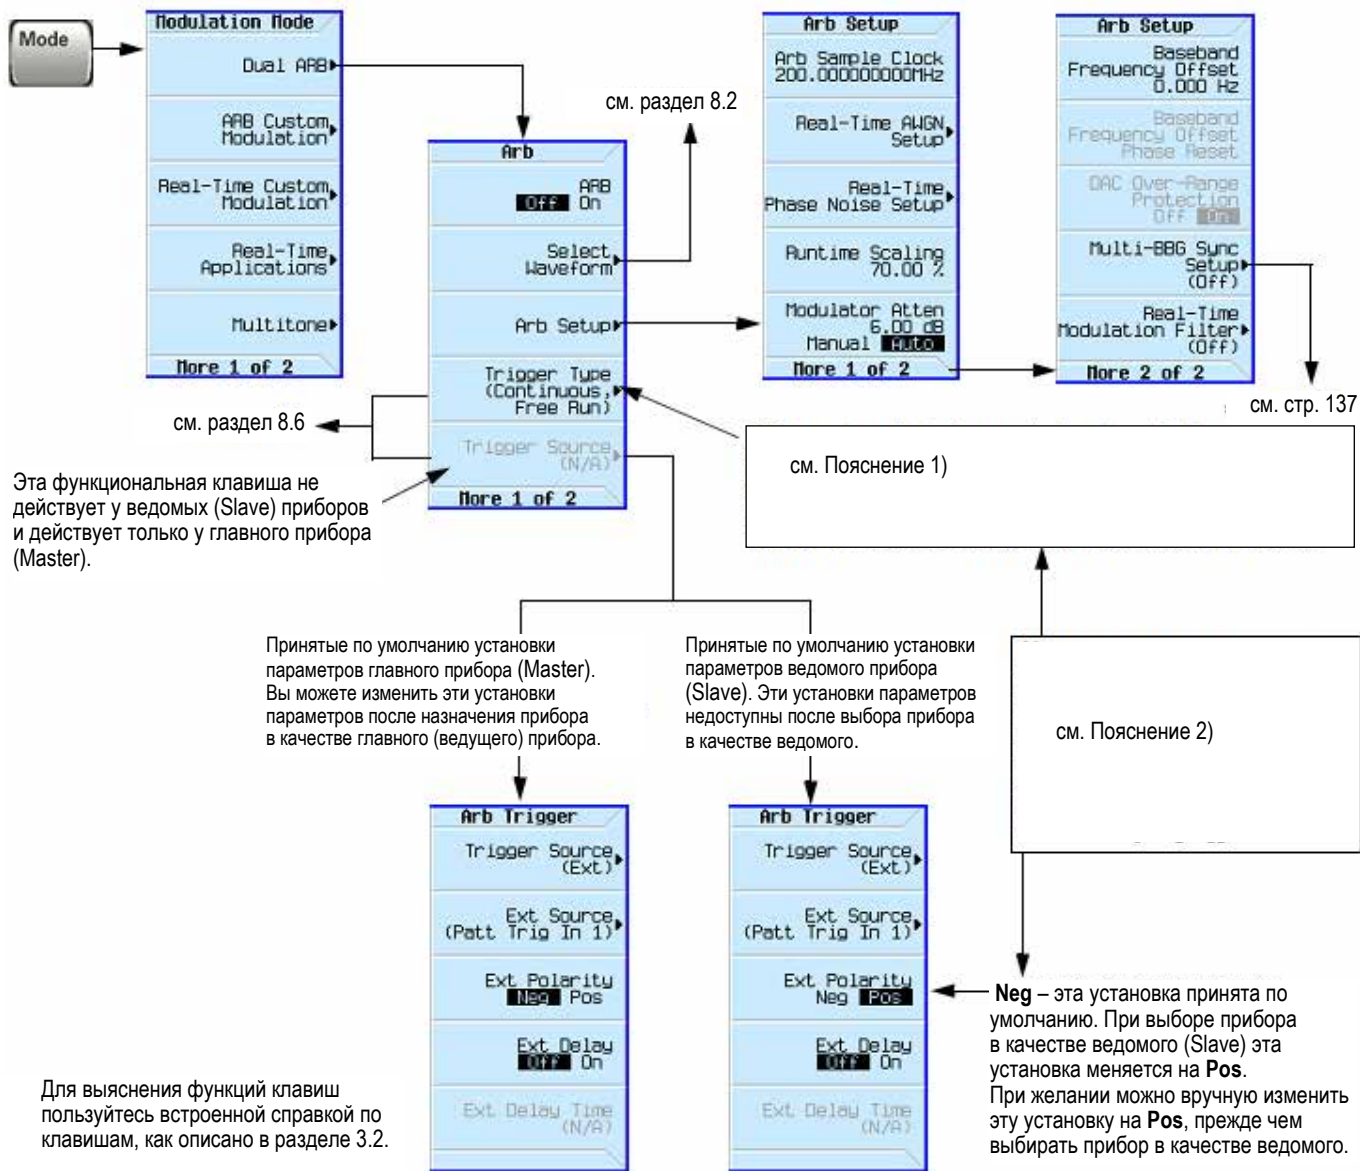

Рис. 8-27 Синхронизация нескольких генераторов модулирующих сигналов (синхронизация BBG): функциональные клавиши запуска и их местонахождение в меню
Функция синхронизации BBG автоматически конфигурирует установки параметров запуска, показанные на рис. 8-27. Во избежание ошибок от конфликта установок параметров в этом процессе, следует вручную установить параметры запуска, прежде чем устанавливать параметры синхронизации BBG, показанные на рис. 8-28.
■ Пояснения к рис. 8-27
Функция синхронизации нескольких генераторов модулирующих сигналов ограничивает выбор вариантов запуска (см. рис. 8-27) у каждого генератора сигналов. У генераторов сигналов, выбранных в качестве ведомых приборов, вы можете изменять лишь тип запуска (да и то с ограничениями). Источник запуска фиксирован и установлен на прием сигнала запуска через соединитель **PAT TRIG** на задней панели. У ведущего прибора вы можете изменять как тип запуска (с ограничениями), так и источник запуска. У вас есть три варианта выбора источника запуска модулирующих сигналов: внешний запуск, клавиша **Trigger** на передней панели и запуск через шину GPIB.
Если установлены параметры запуска, отличающиеся от тех, которые поддерживаются функцией синхронизации генераторов модулирующих сигналов, то эта функция изменяет параметры запуска на те, что показаны на рис. 8-27. Когда происходит это переключение, на дисплее генератора сигналов серии MXG/EXG появляется сообщение об ошибке от конфликта установок параметров для предупреждения пользователя об изменениях. Для предотвращения конфликта установок параметров следует соответствующим образом сконфигурировать установки параметров запуска до назначения генератору сигналов статуса ведущего или ведомого прибора.
Функция синхронизации нескольких генераторов модулирующих сигналов ограничивает выбор вариантов запуска как для ведущего прибора, так и для ведомых приборов. Если установлены параметры запуска, отличающиеся от тех, которые поддерживаются функцией синхронизации генераторов модулирующих сигналов, то на дисплее генератора сигналов серии MXG/EXG появляется сообщение об ошибке от конфликта установок параметров и производится изменение параметров запуска. Для предотвращения конфликта установок параметров следует вручную установить параметры запуска, как показано на рис. 8-27, до установки параметров синхронизации нескольких генераторов модулирующих сигналов.
3. Если нужно, измените параметры запуска (см. рис. 8-27).
- а) Вернитесь в меню Dual ARB (см. рис. 8-27).